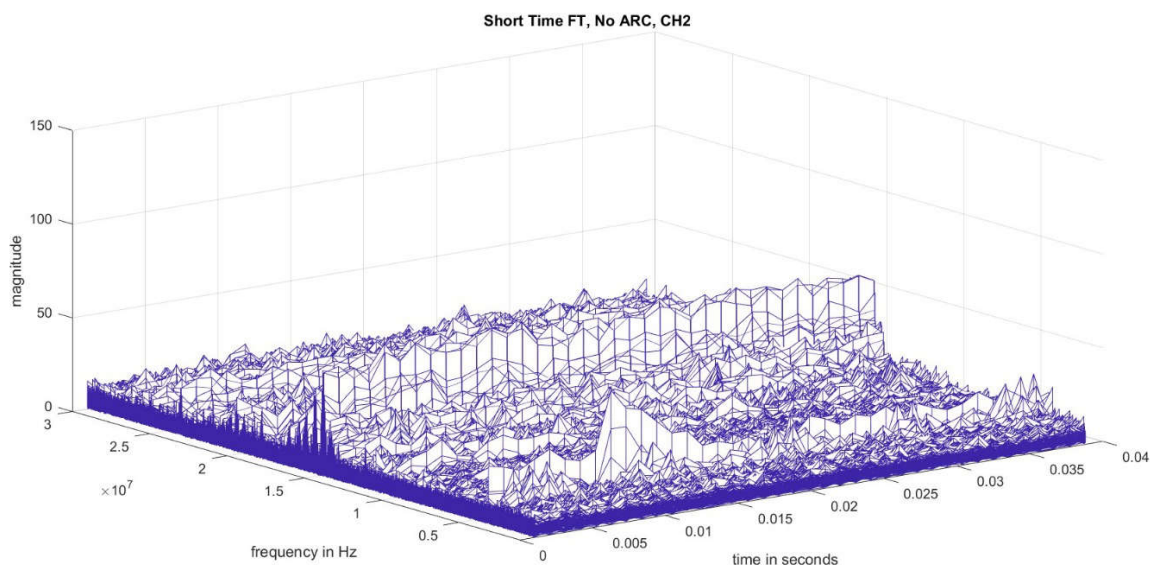

図 1. バキューム負荷通常動作
**図 1** に、ブラシ付きモーター バキュームを示します。ここでは、モーター内のブラシが回転すると、通常のアーク放電がわずかに発生します。**3D** プロットは、**1 ~ 30MHz** 周波数にわたる電流の大きさと、**0 ~ 40** ミリ秒の時間 (**2** サイクル) を示しています。ブラシ付きモーターを使用した通常動作では、**15MHz** と **5MHz** に小さなほぼ一定のピークがあります。